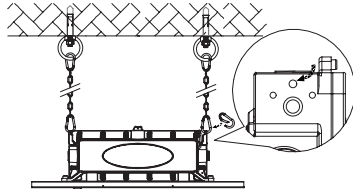
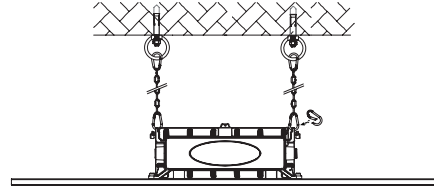

Figure 12
Figure 13
2. Hang the fixture into the lifting hook or chain. (Figure 12) (Figure 13)
2. Accrochez l'appareil au crochet de levage ou à la chaîne. (Figure 12) (Figure 13)